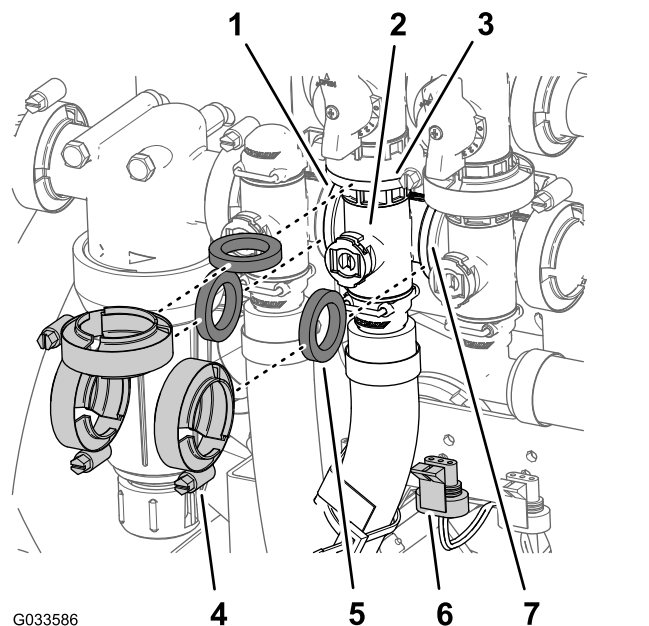

Figura 115
- Demontați 3 clemă cu guler și 3 garnituri care fixează colectorul pentru supapa de agitare (Figura 115) pe supapa de bypass de agitare, supapa de control al ratei și supapa braului principal.